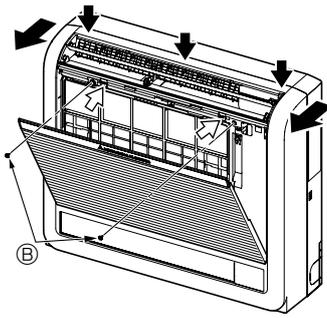

Fig. 3-3
- 1) Die von den Pfeilen angezeigten 2 Positionen eindrücken, um das Frontgitter zu öffnen. (Fig. 3-3)